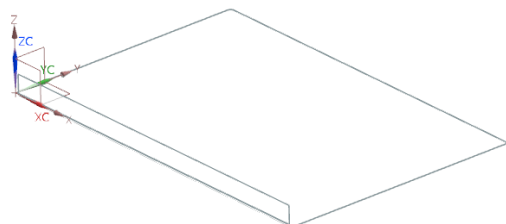

图 2-31 创建弯边特征 1
(3) 在“弯边”对话框中，单击应用按钮，创建弯边特征 1，如图 2-31 所示。